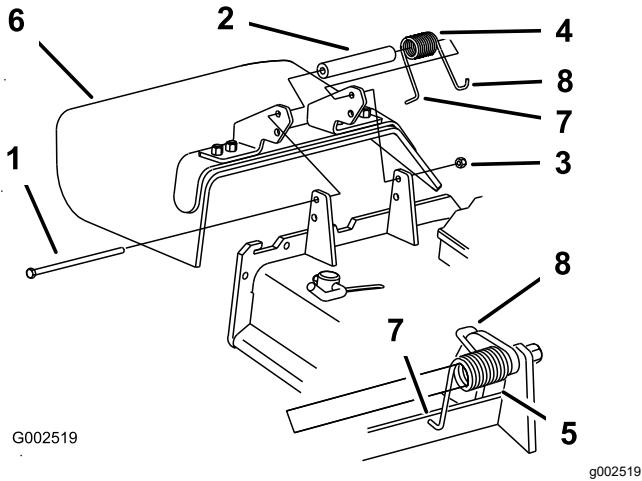

Bild 48
1. Entfernen Sie die Sicherungsmutter, Schraube, Feder und das Distanzstück, mit denen das Ablenkblech an den Drehhalterungen befestigt ist (Bild 48).
- Hinweis:** Stellen Sie sicher, dass sich das L-Ende der Feder hinter der Mähwerkskante befindet, bevor Sie die Schraube einsetzen, siehe Bild 48
5. Führen Sie das J-förmige Hakenende der Feder um das Ablenkblech (Bild 48).